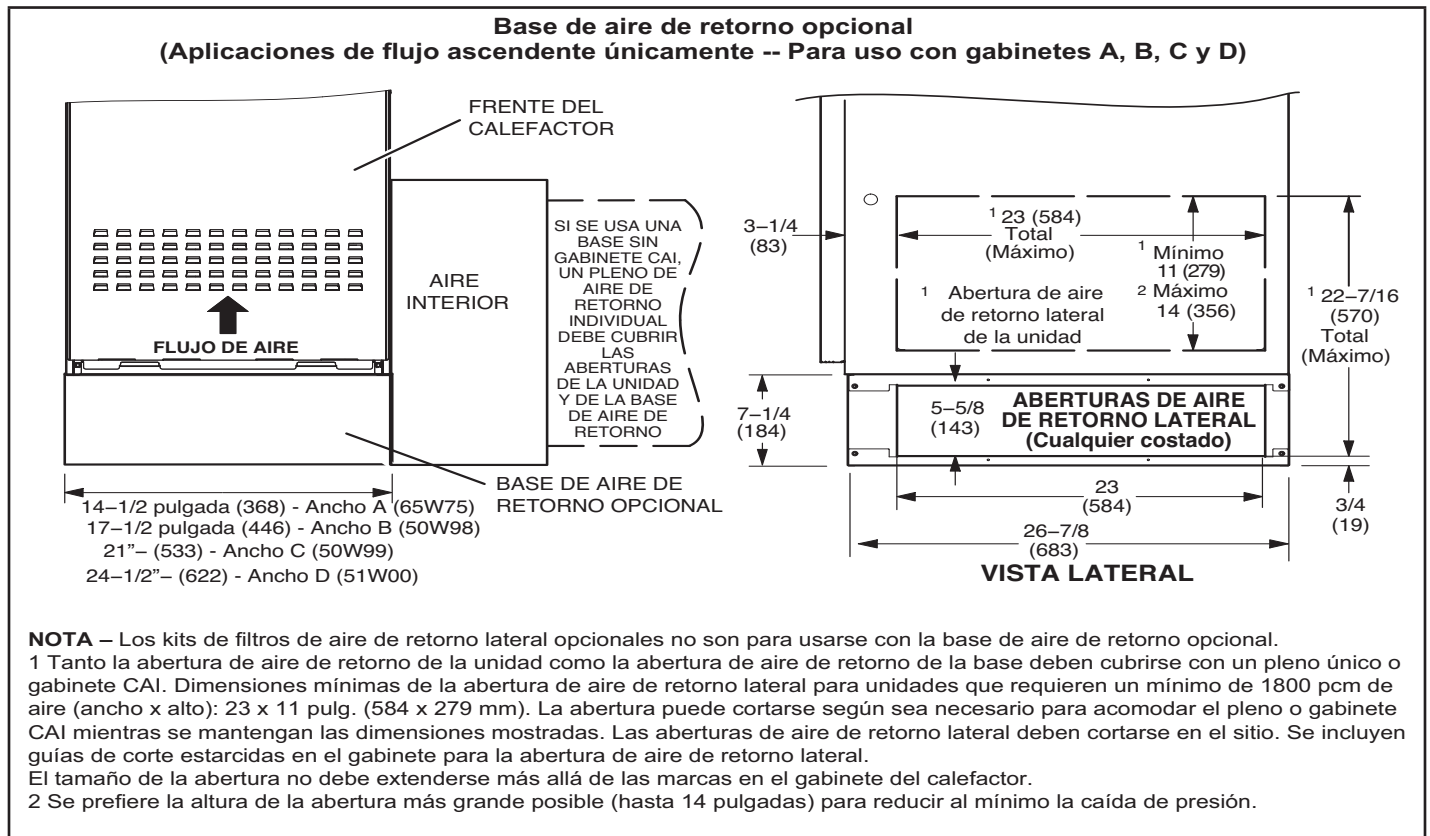

FIGURA 9
- 2 - Aire de retorno de un solo lado con base de aire de retorno opcional. Ver la Figura 9.